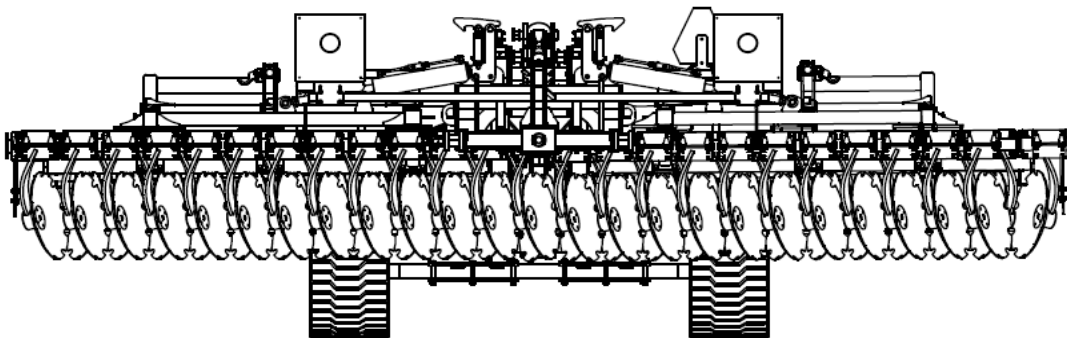

Abb. 8 Ansicht der Maschine am Ende des Öffnungsvorgangs der Flügel. Die Arme der Maschine sind vollständig geöffnet.
5. Um die Sequenz des Öffnens der Maschinenflügel abzuschließen, warten Sie, bis der Hydraulikmechanismus die Arme in ihre endgültige Position öffnet. Unterbrechen Sie den Öffnungsvorgang der Armflügel nicht, ohne sich zu vergewissern, dass sie vollständig geöffnet sind (Abb. 8).